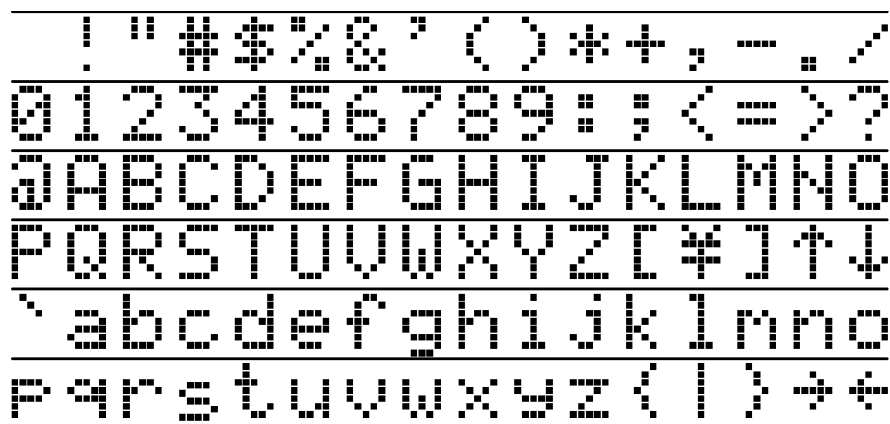

Fig. 1
4. Der Zeichensatz (siehe Fig. 1) wird endlos in Laufschrift angezeigt.